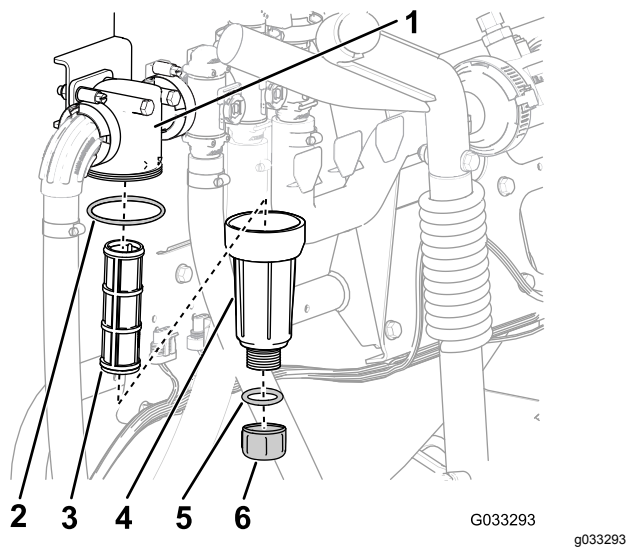

Bild 60
2. Stellen Sie eine Auffangwanne unter den Druckfilter (Bild 60).
3. Drehen Sie die Ablassschraube nach links und nehmen sie von der Glocke des Druckfilters ab (Bild 60).
4. Drehen Sie die Glocke nach links und nehmen sie vom Filterkopf ab (Bild 60).
5. Entfernen Sie den alten Druckfiltereinsatz (Bild 60).
6. Überprüfen Sie den O-Ring für die Ablassschraube (in der Glocke) und den O-Ring für die Glocke (im Filterkopf) auf Beschädigungen und Abnutzung (Bild 60).
7. Setzen Sie den neuen Druckfiltereinsatz in den Filterkopf ein (Bild 60).
8. Befestigen Sie die Glocke am Filterkopf und ziehen sie mit der Hand an (Bild 60).
9. Setzen Sie die Schraube in die Schale ein und ziehen sie mit der Hand fest (Bild 60).